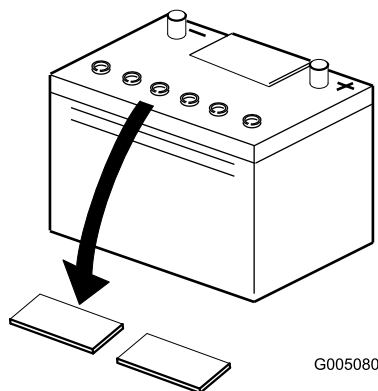

Figura 5
2. Pulite la parte superiore della batteria e togliete i tappi di sfiato (Figura 5).